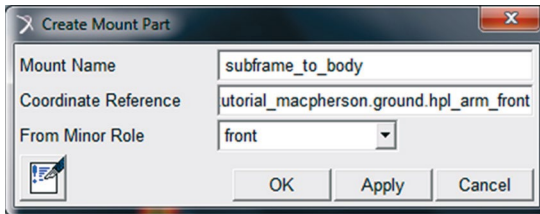

Figura 4.74 – Criação do Mount “*subframe_to_body*”.
- A janela *Create Mount Part* deverá ter seus campos preenchidos, conforme mostrado na Figura 4.74. Note que o nome do *Mount* deve ser exatamente o mesmo definido no outro subsistema, nesse caso, o chassi. Ainda com relação à Figura 4.74, a coordenada de referência utilizada é o *Hardpoint* “*hpl_arm_front*” e definiu-se a suspensão como dianteira (*front*).